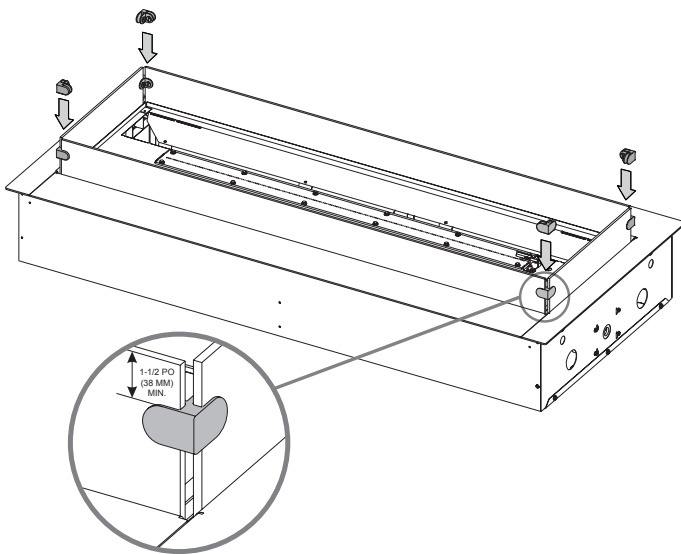

Figure 27b
3. Si l'ensemble de pare-vent en verre en option est installé, ne pas installer les garnitures à l'étape 2. Se reporter à la **Figure 27b** pour l'installation de l'ensemble pare-vent en option.